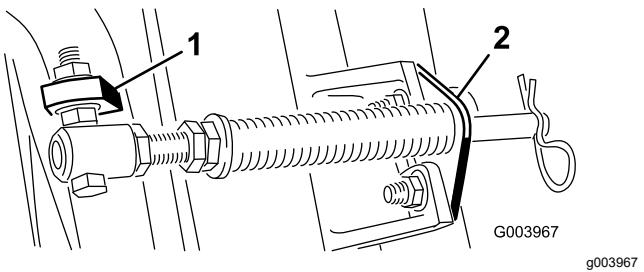
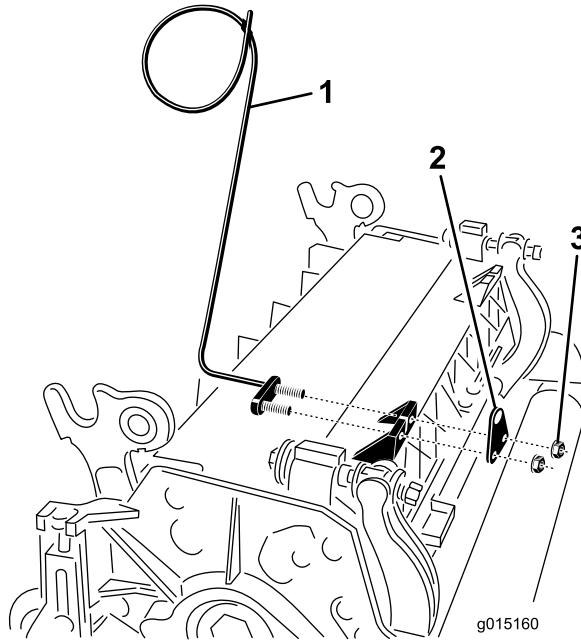

Figure 11
Figure 13
- C. Montez le boulon du tube de ressort sur la patte opposée du bâti porteur et fixez-le en position avec l'écrou à embase. La tête du boulon doit être à l'extérieur de la patte, comme illustré à la Figure 11.
- D. Montez le support de tige sur les pattes de l'unité de coupe à l'aide des boulons de carrosserie et des écrous (Figure 11). De plus, sur le plateau de coupe, montez le guide de flexible gauche devant les pattes du plateau quand vous reposez le support de tige (Figure 13).